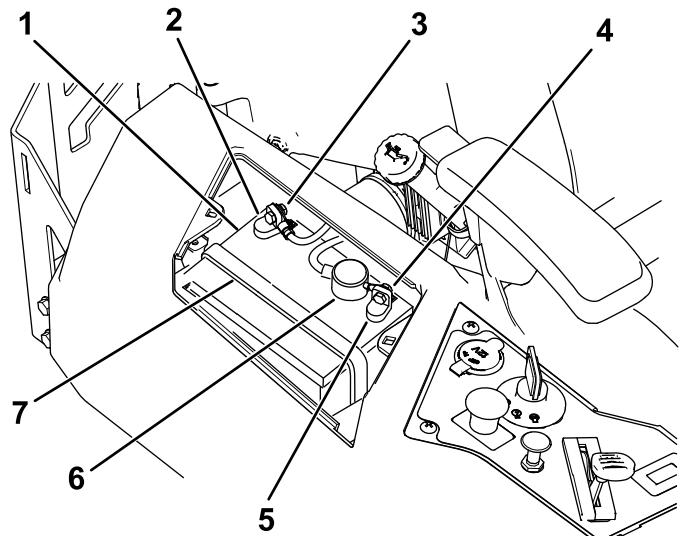

Figura 53
4. Desligue o cabo negativo (preto) do pólo da bateria (Figura 53).
6. Desligue o cabo positivo (vermelho) do pólo da bateria (Figura 53).
7. Retire o suporte da bateria (Figura 53) e levante a bateria para a retirar da respetiva plataforma.
1. Posicione da bateria no tabuleiro (Figura 53).
5. Prenda a bateria ao suporte (Figura 53).